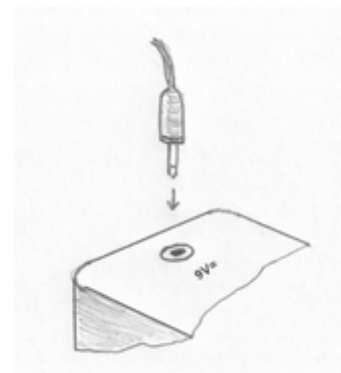

Abb. 3
- 1 Stromversorgung (Steckernetzteil) mit dem Multifotometer verbinden (Abb. 3).